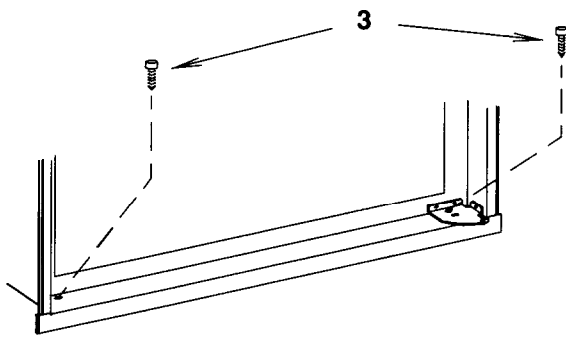

FIG. 4
2. Wanneer de afwerkstrip eenmaal onder het scharnier is geschoven, kunt u het onderdeel op zijn plaats draaien, zoals u kunt zien in fig. 4.
Eén schroef door het scharnier en in de vloer. De tweede schroef wordt aan de andere kant aangebracht door de afwerkstrip (fig. 4).